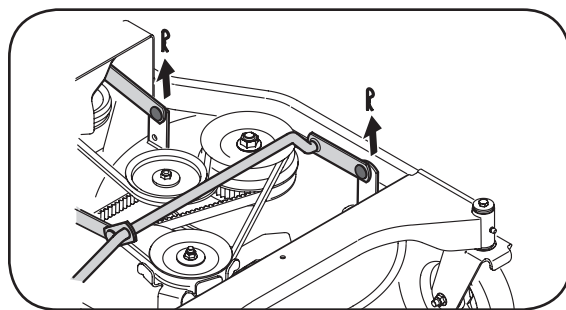

Figura 5-7: Quite clips de horquilla.
7. Mire la plataforma de corte desde el lado izquierdo de la cortadora y localice el pasador de horquilla que fija la varilla de sostén de la plataforma al lateral posterior izquierdo de la plataforma, Figura 5-7.
8. Extraiga el pasador de horquilla que fija la varilla de sostén, y extraiga con cuidado el soporte de la plataforma del brazo de elevación de la plataforma, Figura 5-7.